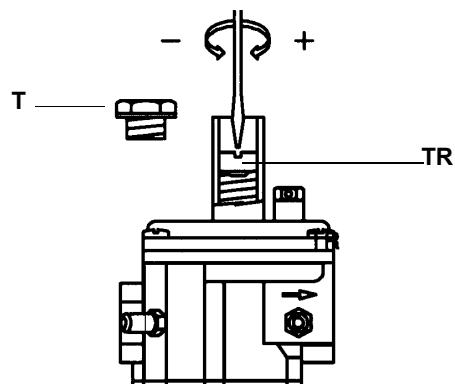

Рис. 20
- ? Для увеличения давления газа на выходе при помощи отвёртки поворачивайте винт TR, как показано на Рис. 20.